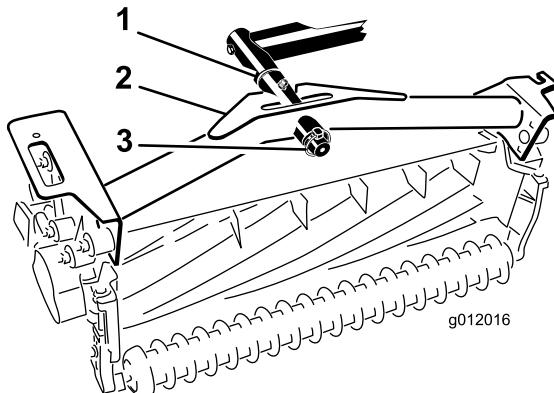

Figura 21
2. Deslice el bastidor de tiro de la unidad de corte sobre la barra de giro y fíjelo con un pasador de seguridad (Figura 21).